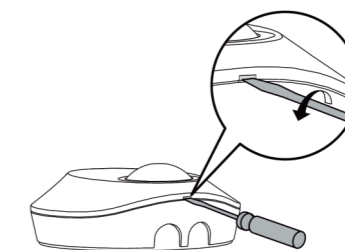

Bild 7
3.4.1.1 Benutzen sie einen flachen Schraubendreher um die Abdeckung abzunehmen. (Siehe Bild 7)